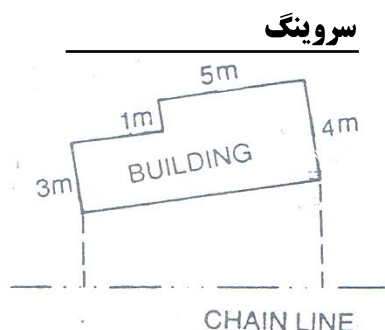

Fig. 2.13
- که چېرته تعمیر کوچني وي دهغې کڼجونه د مايل يا عمودي افست پواسطه باندې رسمېږي او نور نقاط په مستقیم ډول سره اندازه کوو او په ساحوي کتاب کېږي لیکو. د fig 2.13 شکل مطابق